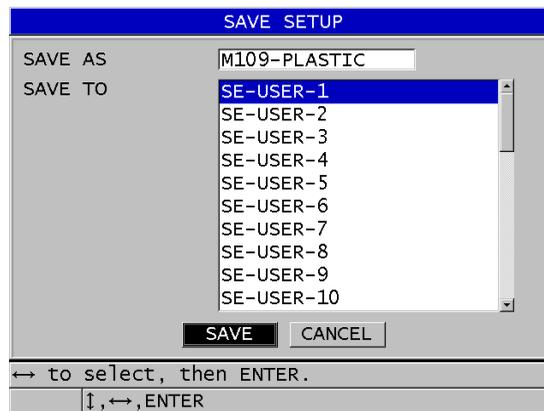

Abbildung 13-17 Speichern von benutzerdefinierten Justierungen
4. Im Fenster **SETUP SPEICH.** (siehe Abbildung 13-17 auf Seite 268):